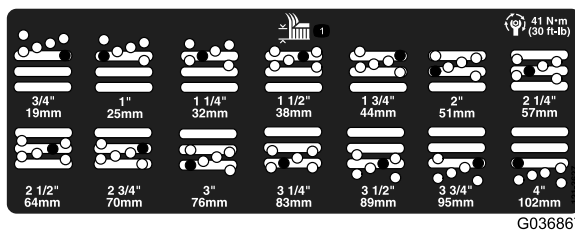

图20
5. 将切割腔移至所需的剪草高度然后将隔片安装至指定的剪草高度孔和槽 图20。